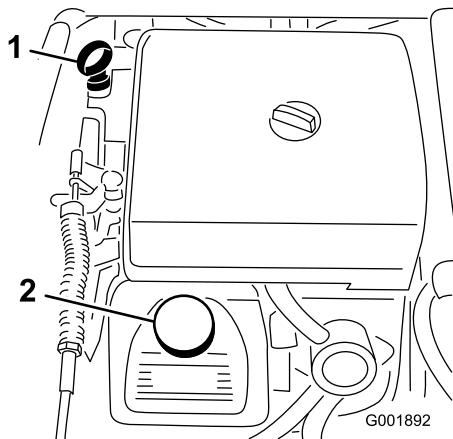

図 21
2. ディップスティックを抜き、ウェスで一度きれいに拭く(図 21)。ディップスティックを、チューブの根元までもう一度しっかりと差し込む。ディップスティックを引き抜いて油量を点検する。
3. 油量が少なければ、バルブ・カバーの上に付いている補給口(図 21)を開け、ディップスティックの Full マークまでオイルを補給する；オイルの種類や粘度の選択については「エンジンの保守」の章の「エンジン・オイルについて」を参照。補給するときは、ディップスティックで確認しながら少量ずつ入れてください。入れすぎないよう注意してください。